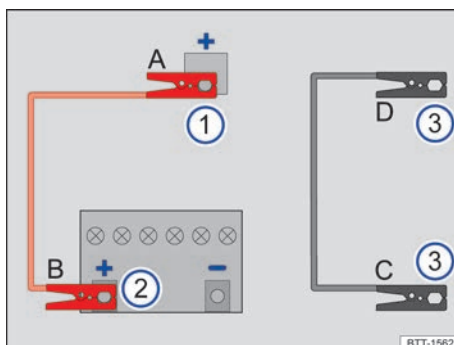

Fig. 172 Esquema para la conexión de los cables de arranque. ▶
Leyenda de la **fig. 172**:
Los cables de arranque solo se deberán conectar siguiendo el orden **A - B - C - D** → **fig. 172**.
- Conecte un extremo del cable de arranque *rojo* al polo positivo (+) de la batería de 12 voltios del vehículo que la tiene descargada → **fig. 172** ① → ▲.
- Conecte el otro extremo del cable de arranque *rojo* al polo positivo (+) del vehículo que suministra la corriente → **fig. 172** ②.
- Conecte un extremo del cable de arranque *negro* → **fig. 172** ③ preferentemente a una toma para la ayuda de arranque (terminal de masa) del vehículo que suministra la corriente; de lo
- Conecte el otro extremo del cable de arranque *negro* → **fig. 172** ③ preferentemente a la toma para la ayuda de arranque (terminal de masa) del vehículo con la batería de 12 voltios descargada; de lo contrario, al bloque motor o a una pieza maciza de metal atornillada fijamente al bloque motor de este vehículo → ▲.
- Desconecte los cables de arranque únicamente en el orden **D - C - B - A** → **fig. 172** con los motores en marcha.